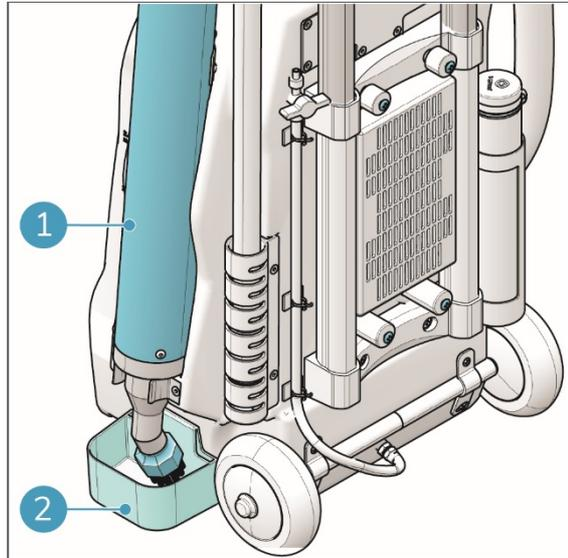

Figura 28
1. Certifique-se de que o tabuleiro de gotejamento (figura 28, posição 2) está fixo à máquina.
2. Certifique-se de que a lança de vapor (figura 28, posição 1) se encontra no suporte.
11. Limpe o tabuleiro de gotejamento (figura 28, posição 2).